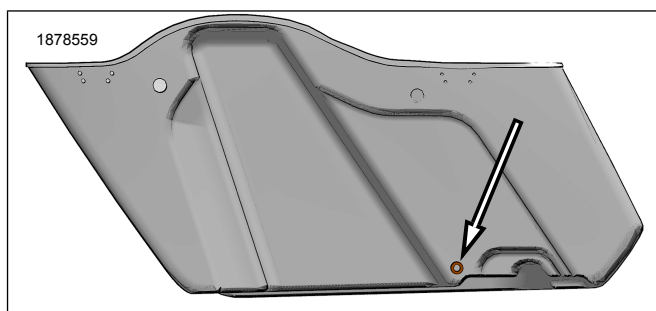

Figura 4. Localização da perfuração do furo inferior do alforje
2. Veja a figura 4. Perfure a passagem inferior do fio do alforje.